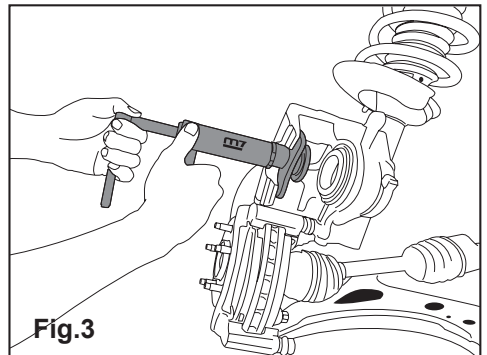

Fig.3
4. Après avoir tiré le piston vers l'arrière, presser le bouton **2** et tirez le levier **3** pour reculer la tige vers **5** l'arrière, libérant ainsi le Repousse Piston de l'étrier (Fig 3).